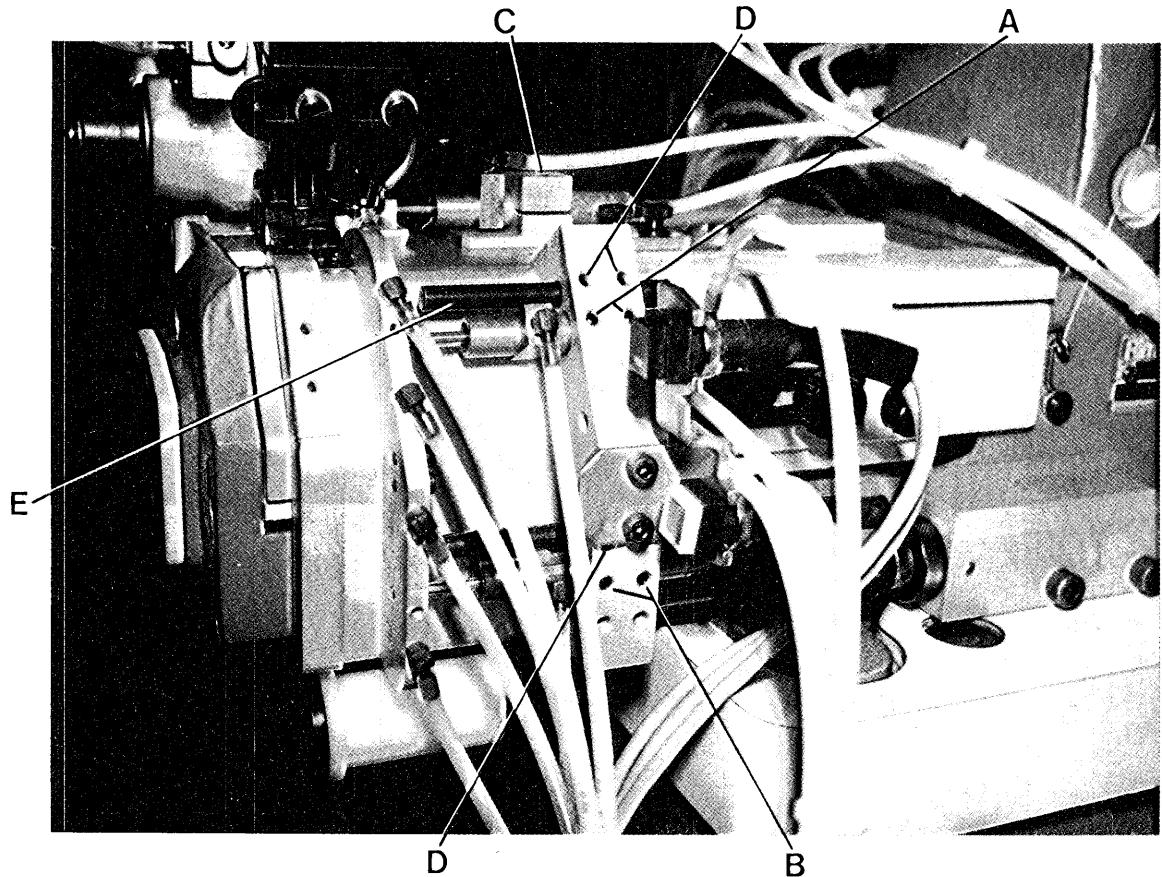

Fig. 3
- 3) Die Rinnenbreite regeln, indem die zwei Sechskanten-Schraubenstifte A und die zwei B (Abb. 3) gelockert werden. Die Führungsleiste verstehen, bis die erforderliche Breite der Rinne erhalten ist, auf welcher der Stoff gleiten wird.
- 4) Durch Betätigung der zwei Schrauben mit versenktem Sechskantenkopf C, welche zu der auf der Tischplatte gelegenen Führung gehören, die Seitenwand so einstellen, dass das Nähgut nach dem Presserfuss nicht abweicht (Abb. 3).
- 3) Die Rinnenbreite auf der Führung einstellen, indem die zwei sechskantigen Schraubenstifte D (Abb. 3) gelockert werden. Danach die Zylinderstifte E (Abb. 3) verstauen, bis ihre Seitenwände die Führung berühren und dadurch als Anschlag und Positiongeber wirken.
- 4) Durch Betätigung der zwei Schrauben mit versenktem Sechskantenkopf C, für die auf der Tischplatte gelegene Führung, die Seitenwand so einstellen, dass das Nähgut nach dem Presserfuss nicht abschwenkt (Abb. 3).